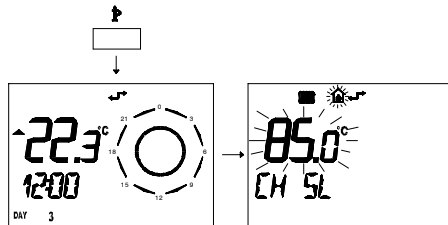

fig. 5.36
- 1 Premere per più di 3 secondi il pulsante  per entrare in modalità *INFO*. (fig. 5.36)